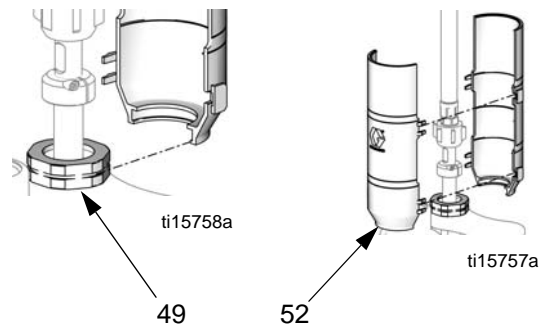

ABB. 2. Demontage und Wiederzusammenbau der Abdeckung
Siehe **ABB. 2.** 2-teilige Abdeckung (52) abnehmen, indem ein Schraubendreher gerade in den Schlitz gesteckt und Verschluss aufgehebelt wird. Alle Verschlüsse so öffnen. Abdeckungen mit dem Schraubendreher **nicht** aufbrechen.